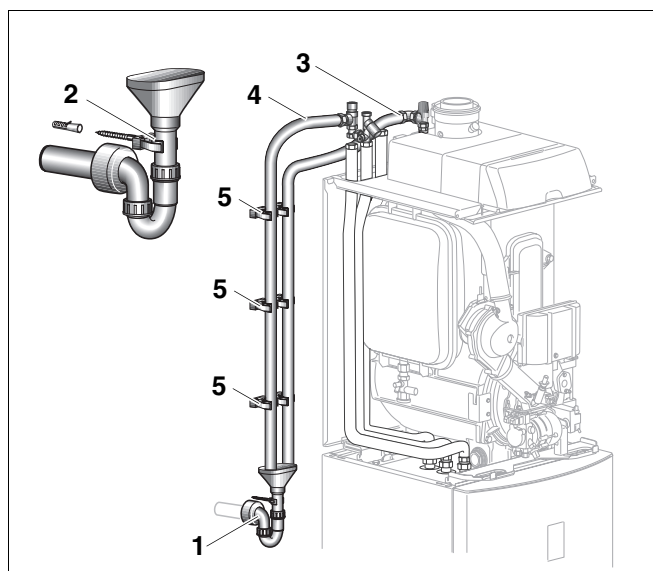

Abb. 33 Trichtersiphon montieren
- Rohr-Wandhalterung (Abb. 33, **Pos. 2**) des Trichtersiphons (Abb. 33, **Pos. 1**) mit Dübel und Schraube an der Wand befestigen.
- Anschlussverschraubung des Trichtersiphons (Abb. 33, **Pos. 1**) an das Abflussrohr montieren.
- Trichtersiphon (Abb. 33, **Pos. 1**) mit Rosette montieren.
- Trichtersiphon (Abb. 33, **Pos. 1**) auf Wandhalterungen (Abb. 33, **Pos. 2**) stecken.
- Kunststoff-Wellschlauch (Abb. 33, **Pos. 3**) auf Anschluss der Sicherheitsgruppe (heizkreisseitig) aufstecken und mit Schelle sichern.
- Kunststoff-Wellschlauch (Abb. 33, **Pos. 4**) auf Anschluss der Sicherheitsgruppe (wasserseitig) aufstecken und mit Schelle sichern.
- Schlauch-Wandhalterungen (Abb. 33, **Pos. 5**) mit Dübeln und Schrauben an der Wand befestigen.
- Kunststoff-Wellschläuche (Abb. 33, **Pos. 3** und **4**) auf Schlauch-Wandhalterungen aufstecken.